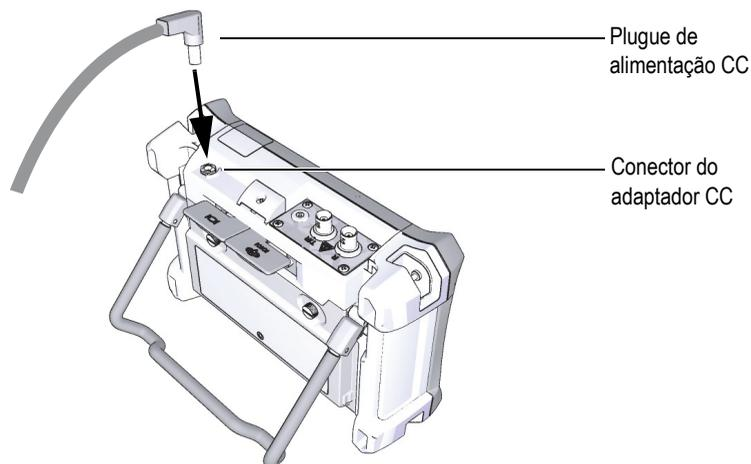

Figura 1-9 Conexão do plugue de alimentação de CC
3. Conecte o cabo de alimentação CC no adaptador/carregador no adaptador do conector CC (veja Figura 1-9 na página 31).